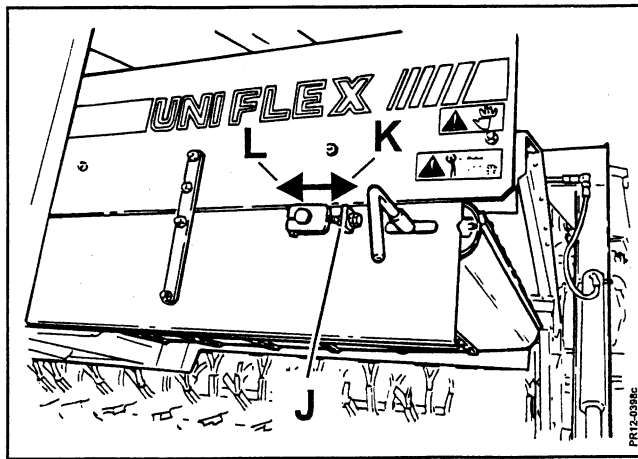

Fig. 5-28
- Fig. 5-28** 1) Arbetar sig bandet framåt/nedåt som visas med G skall spänningen på transportbandet ökas en aning med J (i riktning K) Fig. 5-28. Detta innebär att avståndet mellan höger och vänster rulle ökas.
- 2) Omvänt, arbetar sig bandet bakåt/uppåt som visas med H skall spänningen på transportbandet minskas en aning med J (i riktning L) Fig. 5-28. Detta innebär att avståndet mellan höger och vänster rulle minskas.